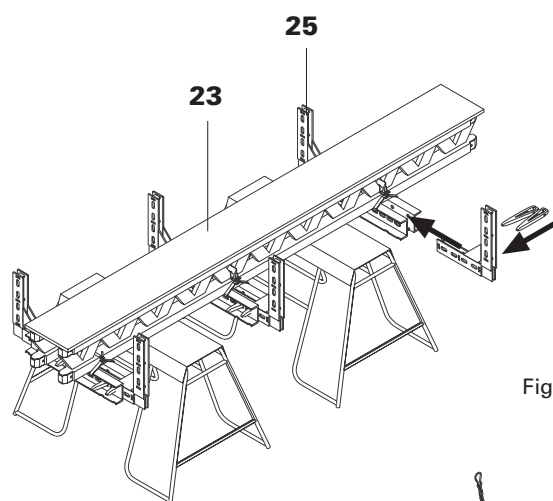

Fig. 8
2. Monter les éclisses d'angle **25** avec les coins KZ. Introduire le côté le plus long dans la filière. Fig. 8